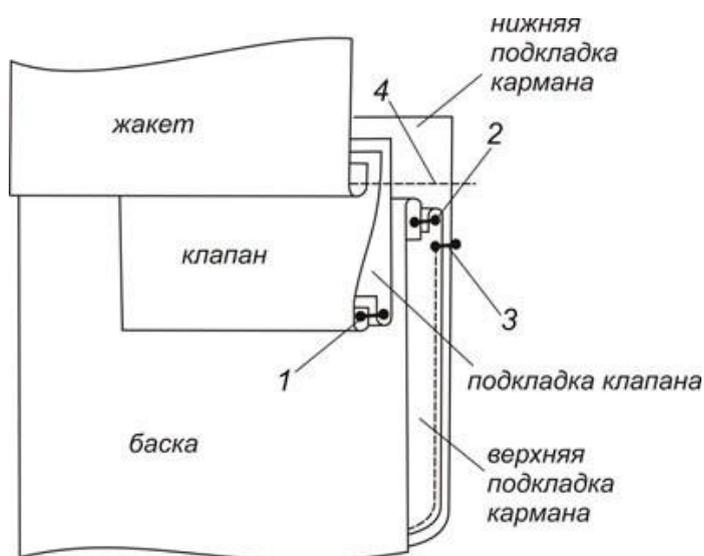

Рис. 2. Обработка кармана
ткань посаживают на 0,2 - 0,3 см с боковых сторон и в углах для образования канта и создания дополнительного натяжения подкладки относительно основной ткани. Обтачивают клапан со стороны подкладки, располагая строчку параллельно срезам детали (рис. 2, строчка 1). Припуск на шов подрезают до 0,7 см, в углах до 0,2 - 0,3 см. Выворачивают клапан на лицевую сторону, выправляя углы, и выметывают со стороны подкладки, образуя кант из основной ткани шириной 0,1 - 0,2 см. Клапан приутюживают, выправляя края и углы, сметочные стежки удаляют.
9. Срез баски между надсечками обтачивают подкладкой кармана швом шириной 0,5 - 0,7 см. Для этого накладывают одну из деталей подкладки кармана (верхнюю) на лицевую сторону баски между контрольными знаками и прокладывают строчку (рис. 2, строчка 2). Затем подкладку отгибают в сторону изнанки и приутюживают.
10. На верхнюю деталь подкладки накладывают нижнюю и, уравнивая срез нижней подкладки со срезом баски, стачивают детали подкладки по боковым и нижнему срезам, закругляя строчку в углах (рис. 2, строчка 3).
11. Жакет и баску складывают лицевыми сторонами и стачивают со стороны основного изделия швом шириной 1 см, вкладывая клапан в месте расположения кармана (рис. 2, строчка 4). Припуски шва надсекают в местах закруглений и разутюживают в разные стороны. Концы кармана закрепляют двойной строчкой.